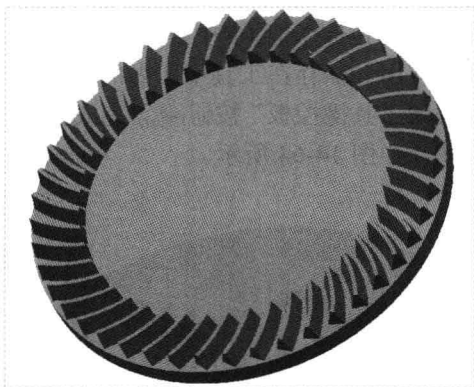

图 14-57 创建拉伸切除特征 1
Step 14 设置拉伸高度为 5，单击“移除材料”按钮，然后单击“应用并保存在工具中所做的所有更改，然后关闭工具操控板”按钮，完成拉伸切除特征的创建，如图 14-57 所示。